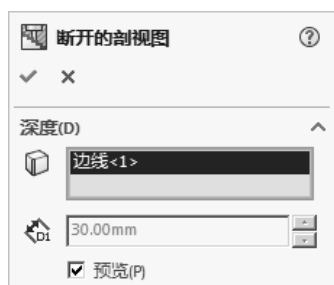

图 9.4.29 选中“预览”复选框
Step5. 选中“断开的剖视图”对话框（图 9.4.29）中的 ☒ **预览(P)** 复选框，预览生成的视图。